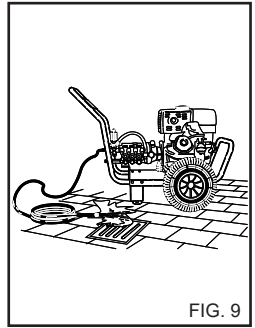

FIG. 9
тел и пузырьков воздуха рекомендуется в первый раз запустить аппарат без пистолета и дать воде свободно течь в течение нескольких секунд. Иностранные тела могут засорить сопло и привести к неполадкам (рис. 9).
- 1) Для сохранения окружающей среды мы рекомендуем использовать моющие средства в разумных пределах (рис. 9), согласно инструкциям на упаковке.